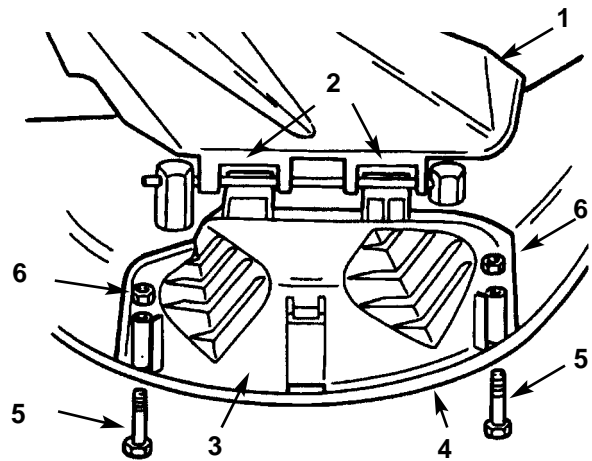

Figure 14
1. Soulever le déflecteur d'herbe et engager les languettes en haut du bouclier de protection sous la tige de retenue du déflecteur. Rabattre le bouclier sur l'ouverture et sur le rebord inférieur de la tondeuse (Fig. 14).
2. Fixer le bouclier sur le rebord de la tondeuse au moyen des boulons et écrous (Fig. 14).